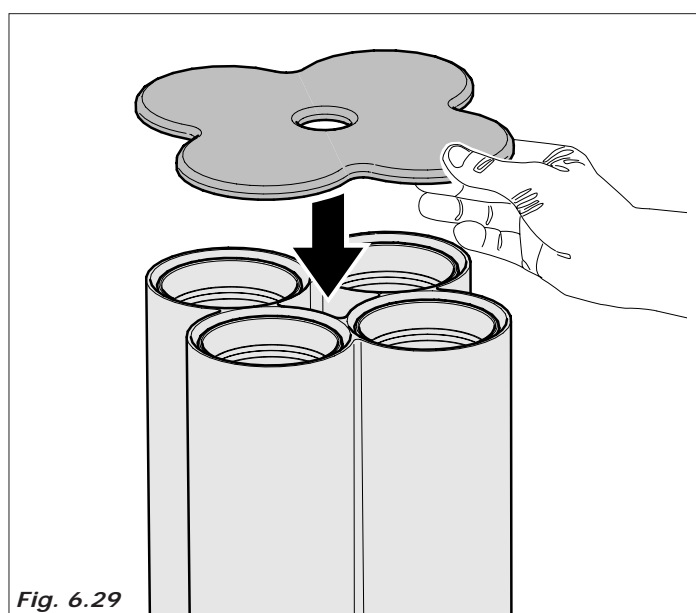

Fig. 6.29
- Montar novamente a tampa (Fig. 6.29)